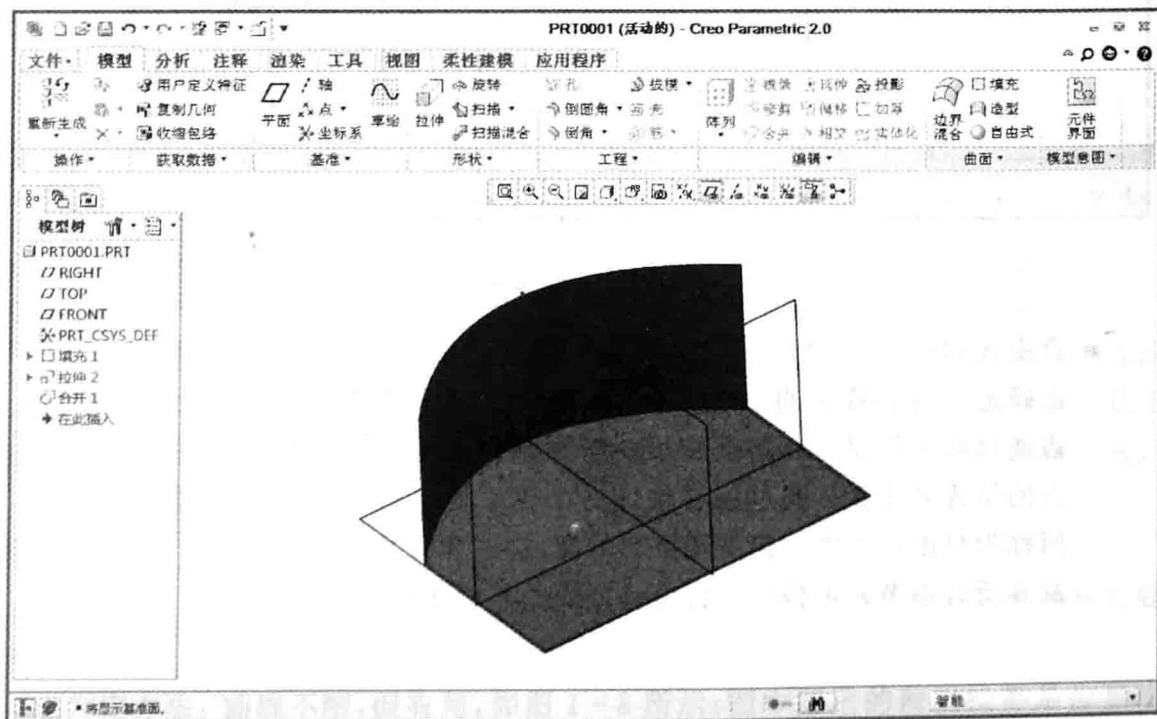

图 1-5 基本曲面创建环境
- 基本曲面: 创建方式简单,可以利用 Creo 基础特征工具直接创建的曲面。该类曲面的创建方式较为简单,可以构建造型简单的曲面模型。该造型方法可以构建以下几种类型的曲面:拉伸曲面、旋转曲面、扫描曲面、混合曲面及填充曲面。基本曲面创建环境如图 1-5 所示。